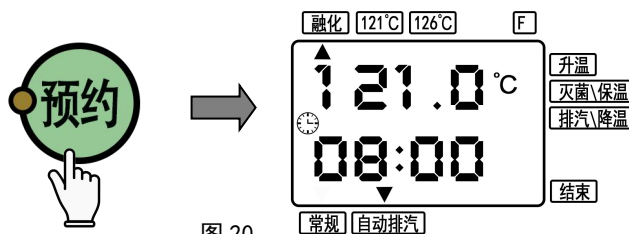

图 20
⑤预约设置：按下“预约”键，出现图 20 界面，再按上述第②小节（设置灭菌时间）步骤进行预约时间设定。设定结束按下“启动”键，进入预约倒计时状态。